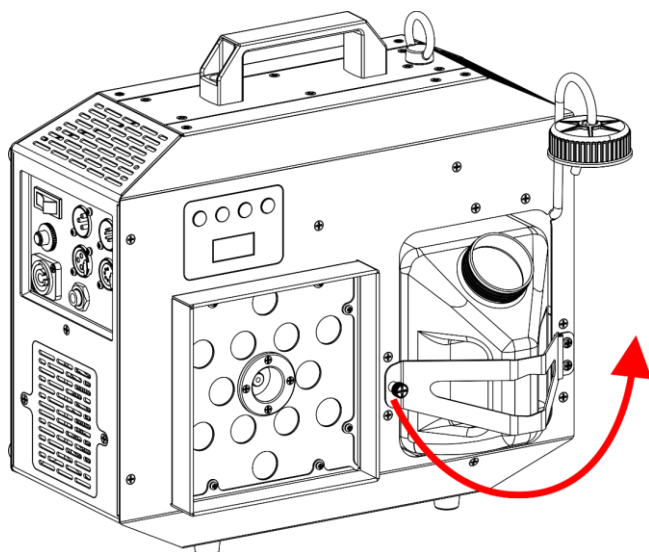

Fig. 08
- 03) Basculez le **support du réservoir de liquide (03)**, comme indiqué sur la Fig. 08.